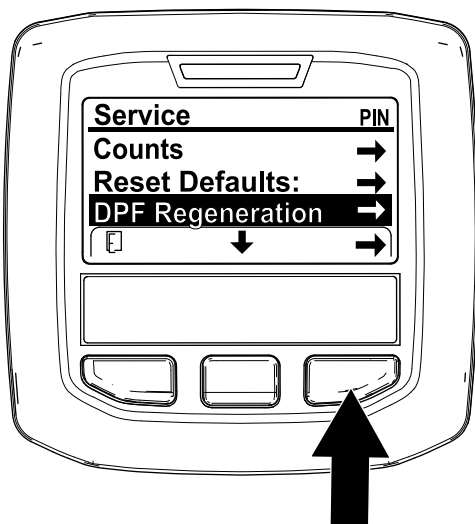

Bild 39
1. Navigieren Sie auf das Menü „Service“ und drücken Sie die mittlere Taste, um auf die Option DPF REGENERATION zu navigieren (Bild 39).
2. Drücken Sie die rechte Taste, um den Eintrag „DPF Regeneration“ auszuwählen (Bild 39).